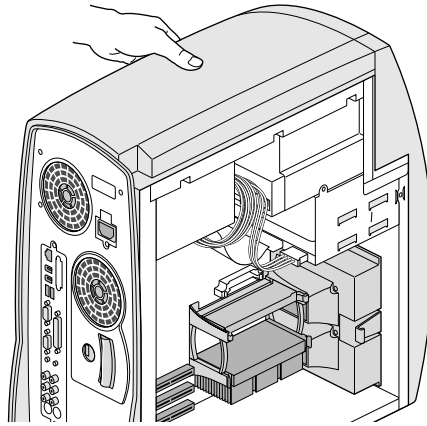

Figura 6-3 Immobilizzazione del sistema con una mano
7. Appoggiare una mano sul sistema per immobilizzarlo durante l'installazione del processore, come illustrato nella Figura 6-3.